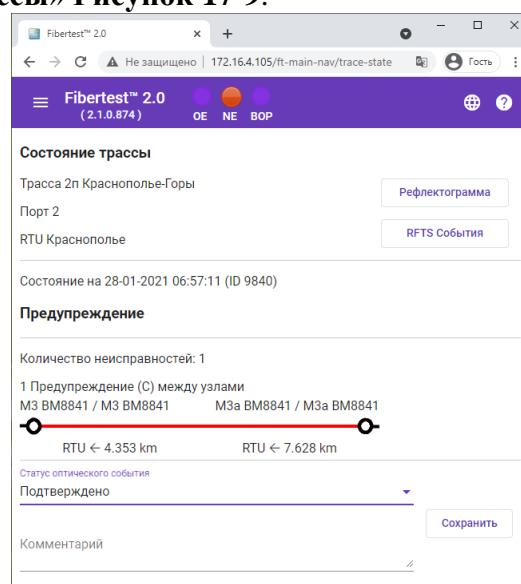

Рисунок 17-9. Состояние трассы
- 1.2.4. При выборе «Состояние трассы/Статус события» идет переход в окно «Состояние трассы» **Рисунок 17-9**.